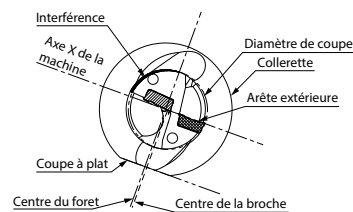

Fig. 4 Décalage excessif (pour trou d'un diamètre plus petit)
- Aligner le foret avec la face extérieure de la plaquette parallèle à l'axe X de la tourelle porte-outil. (Fig. 4)
Veiller à ne pas trop réduire le diamètre du trou. Il ne doit pas être inférieur de 0,2 mm ou plus au diamètre du foret. Dans le cas contraire, le porte-plaquettes entrera en contact avec le trou foré. (Fig. 4)